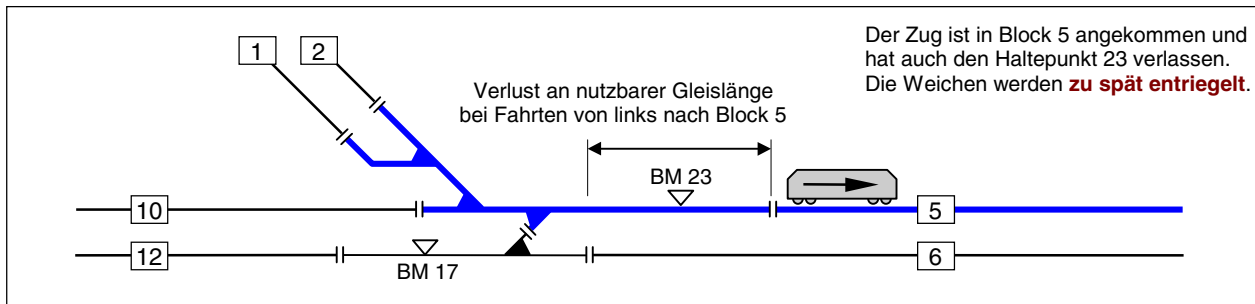

Bild 13.3 Behelfslösung mit Haltepunkt-Belegtmelder und Verlust an nutzbarer Gleislänge
2. Der Weichenbereich gehört zu einem bereits vorhandenen benachbarten Belegtmelder. Diese Lösung kostet zwar nichts (im Bild 13.3 erfüllt der Haltepunkt 23 von Block 5 diese Funktion), hat aber den Nachteil, dass die nutzbare Gleislänge bei Fahrten von links nach Block 5 um die Länge des Haltepunkts (BM 23) geringer wird. Es geht etwas an nutzbarer Abstelllänge verloren.
Bild 13.4 Ausgefülltes SE-Formular mit BM 23 für die Lösung nach Bild 13.3. Das zweite Belegtmelder-Feld sowie die Belegtmelder BM1 und BM2 werden hier nicht benötigt.
Bei der Fahrstraße von Block 12 nach 5 (Bild 13.3) werden beide 'Frei'-Belegtmelder gebraucht. Hier wird bei Fahrten von Block 5 nach Block 12 ebenfalls eine Weiche überquert und die benutzte Fahrstraße kann erst wieder entriegelt werden, wenn der Zug in Block 12 den Belegtmelder 17 verlassen hat.